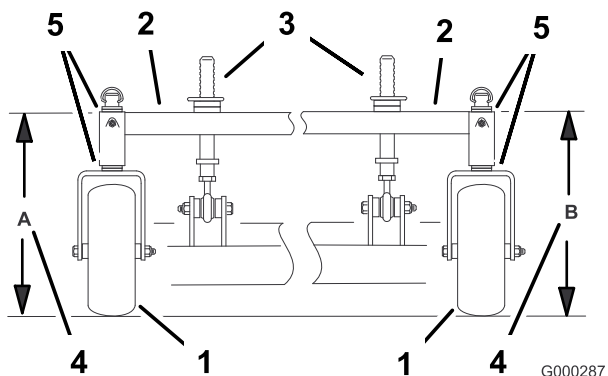

Bild 55
4. Messen Sie die Höhe des Trägerrahmens an Stelle **A** (Bild 55).
5. Messen Sie die Höhe des Trägerrahmens an Stelle **B** (Bild 55).